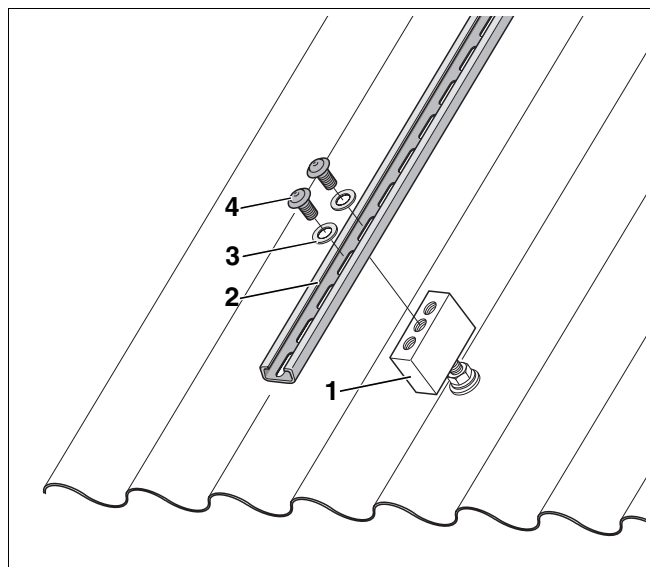

Abb. 7 Senkrechte Profilschiene befestigen
- Legen Sie die senkrechten Profilschienen (Abb. 7, **Pos. 2**) auf die Halteböcke (Abb. 7, **Pos. 1**) und richten Sie diese möglichst mittig aus.
- Verschrauben Sie die senkrechten Profilschienen jeweils mit zwei Innensechskantschrauben (Abb. 7, **Pos. 4**).
- Nutzen Sie immer die beiden äußeren Gewinde der Halteböcke und verwenden Sie dabei die Unterlegscheiben M8 (Abb. 7, **Pos. 3**).